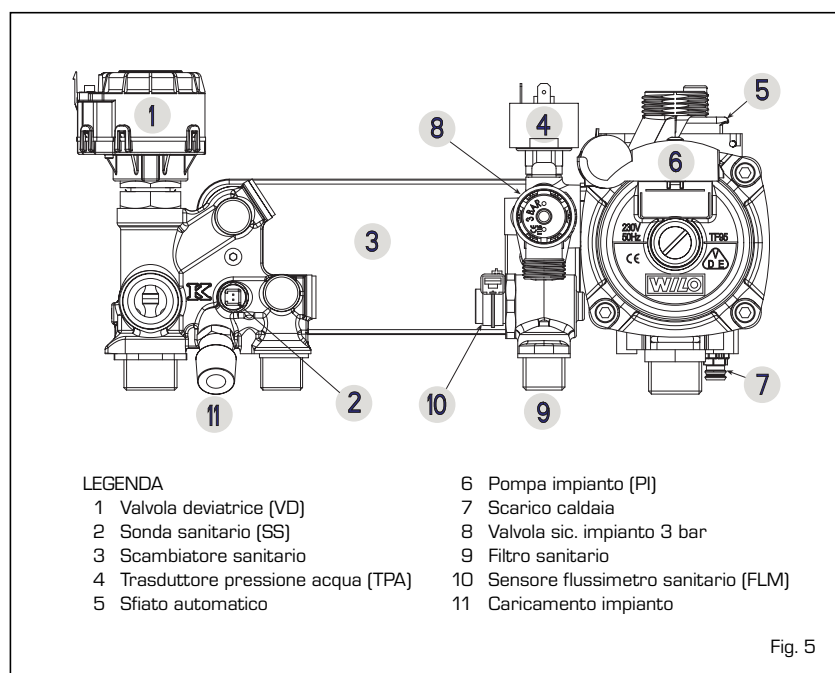

Fig. 5
2.4 FASE INIZIALE DI RIEMPIMENTO IMPIANTO (fig. 5)
2.4.1 Svuotamento dell'impianto (fig. 5)